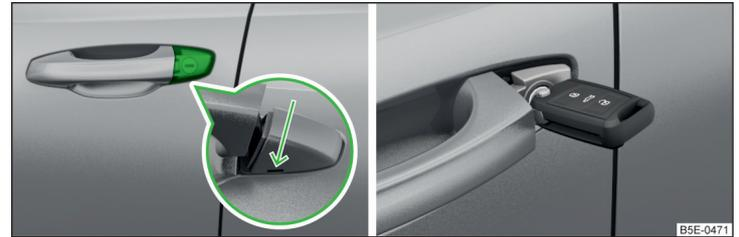

Abb. 208 Griff an der Fahrtür: abgedeckter Schließzylinder / Schließzylinder mit Schlüssel
- › Den Fahrzeugschlüssel in die Aussparung an der Unterseite der Abdeckung im Pfeilbereich einschieben » Abb. 208.
- › Den Fahrzeugschlüssel (die Tasten nach oben gerichtet) in den Schließzylinder stecken und das Fahrzeug ent- bzw. verriegeln » Abb. 208.